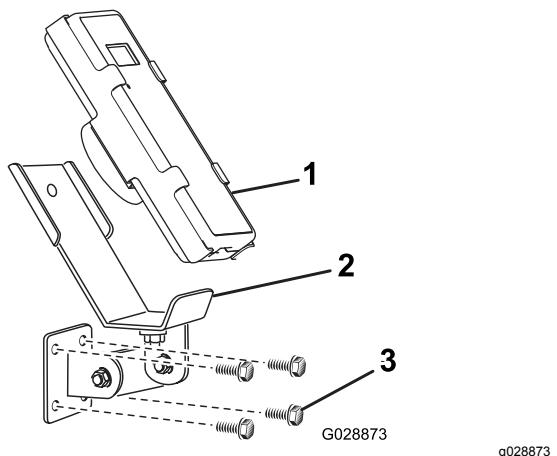
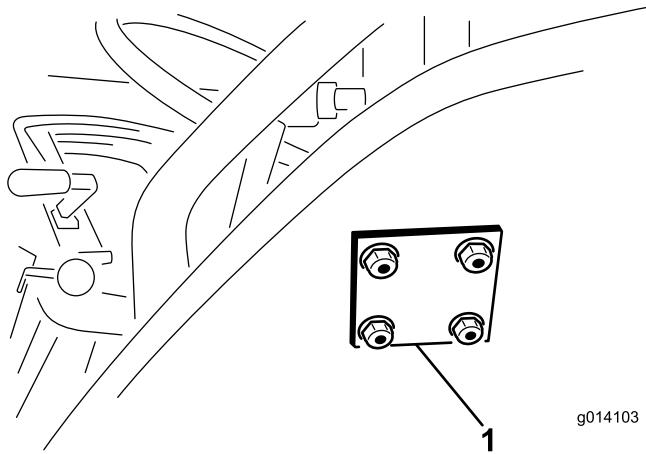

图 14
图 15
- 用 4 个 5/16 x 1½ 英寸 凸缘头螺栓和凸缘锁紧螺母连接安装支架和支撑板 图 14 和 图 15。